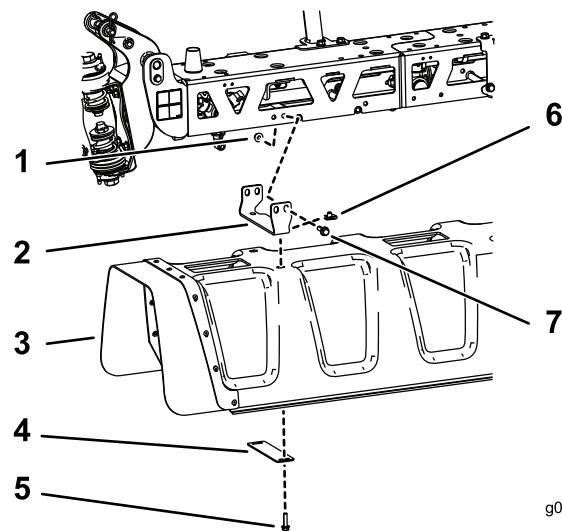

Figura 9
1. Instale a cobertura central no suporte utilizando oito porcas em U, quatro placas de anilha e oito parafusos de cabeça sextavada (5/16 pol. x 1 $\frac{1}{4}$ pol.) como se mostra na Figura 9.
2. Instale cada um dos quatro suportes da rampa central e placas de montagem da rampa na rampa central utilizando quatro parafusos de cabeça sextavada ($\frac{3}{8}$ pol. x 1 $\frac{1}{4}$ pol.) e quatro porcas flangeadas ($\frac{3}{8}$ pol.) como se mostra na Figura 9.